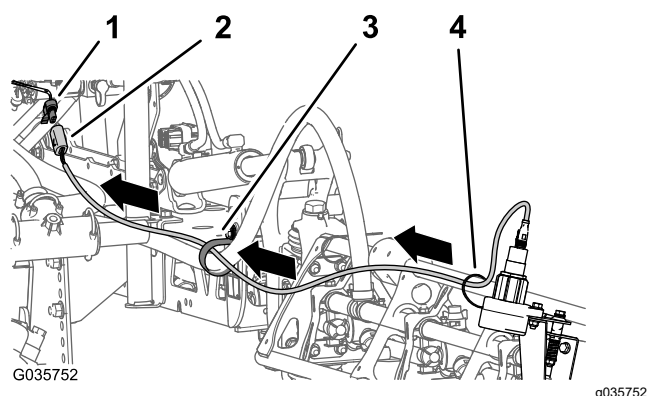

图 24
2. 将传感器线束沿着外部喷洒臂段的前方布置穿过支撑夹具连接到超声波喷洒臂修整套件线束的 4 插槽接头——提升油缸歧管前面图 24。
3. 将左、右传感器线束的 4 针接头连接至超声波喷洒臂修整套件图 24 线束的 4 插槽接头上分别标记为左超声波传感器和右超声波传感器。
5. 用扎带将传感器的电线固定至喷洒臂图 24。